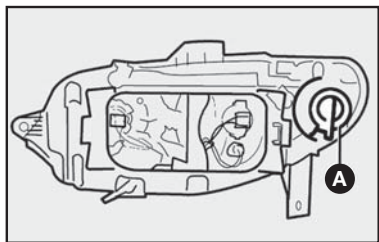

fig. 18
- 1) retirar o porta-lâmpadas **A-fig. 18** girando-o no sentido horário.